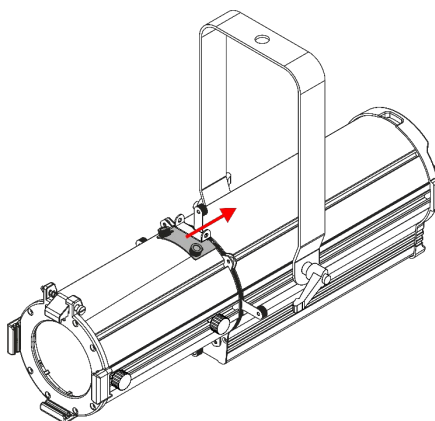

Fig. 20
- 06) Far scorrere la **piastra di copertura della fessura gobo (11)** verso il **supporto gobo (12)** (vedere Fig. 20).